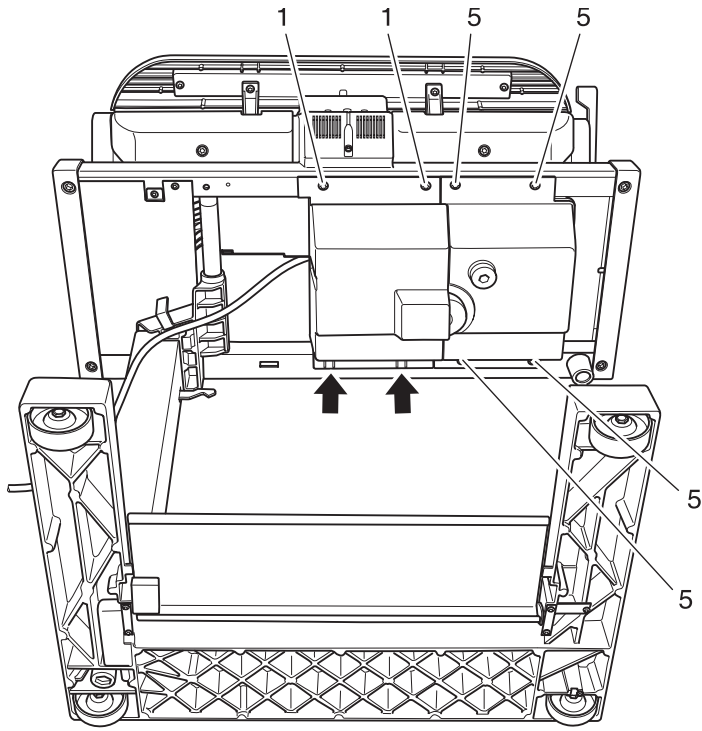

Fig. 14
- Die Schrauben 1 der Abdeckung herausdrehen (Fig. 14)